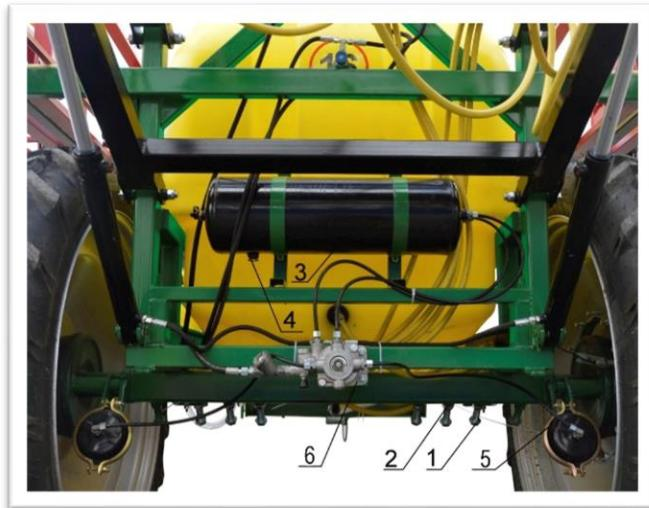

Рисунок 7.1 Ходовая часть
- отпустить болты крепления 1 (Рис. 7.1) предварительно ослабив контргайки, прижимающие полуоси к балке рамы шасси;